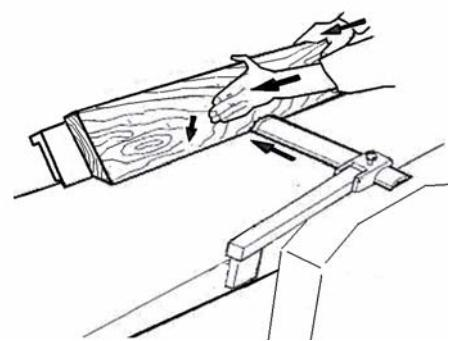

Рис. 13
- Налаштuvati огорожу rіжuchого блоку на ширину оброблюваної деталі (Рис. 13).